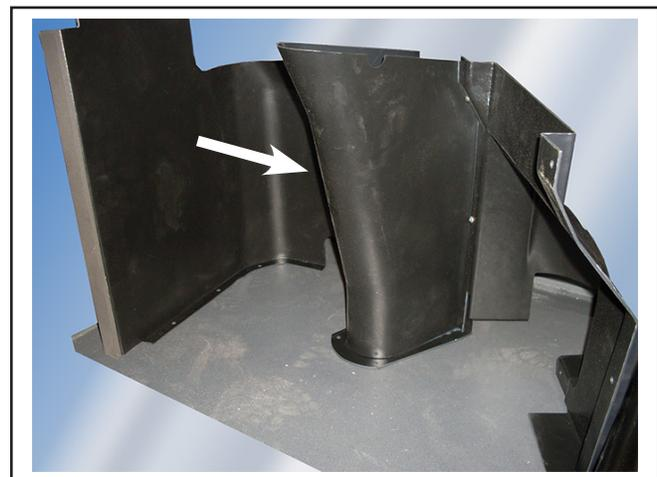

Figure B8 - Couvercle de protection de la colonne de direction
1. Retirer les vis qui retiennent le couvercle de protection au tableau de bord avant et au plancher. Ce peut être un petit couvercle monopièce, ou un plus grand couvercle qui comprend les deux panneaux latéraux, tel qu'illustré en Figure B8.